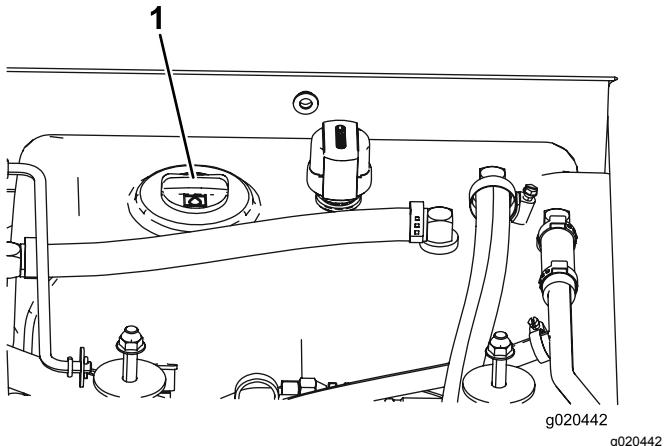

Figura 14
- Limpie la zona alrededor del cuello de llenado y el tapón del depósito hidráulico (Figura 14). Retire el tapón del cuello de llenado.